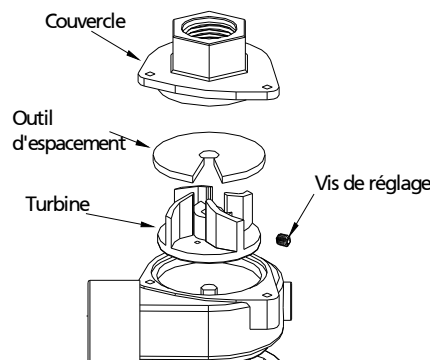

Figure 9
10. Placer l'outil de séparation (peut être créé à l'aide d'un morceau de carton léger d'environ 0.020" d'épaisseur) sur la roue comme indiqué (Voir Figure 9)
11. Placer le couvercle (Réf.No.6) en place sur le boîtier (Réf.No.2), et tout en appuyant sur le couvercle, serrer la vis de réglage (Réf.No.4), puis installer le bouchon qui a été retiré à l'étape 2 lors du démontage (voir figure 9).